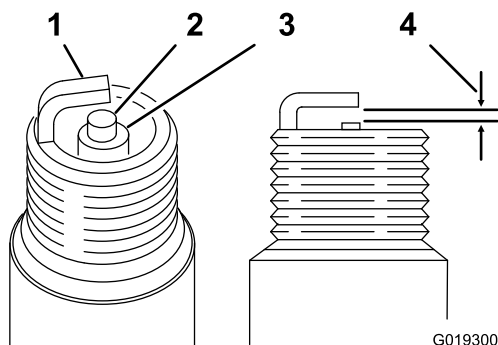

Figura 27
3. Verificate che la distanza fra gli elettrodi sia corretta (Figura 27).